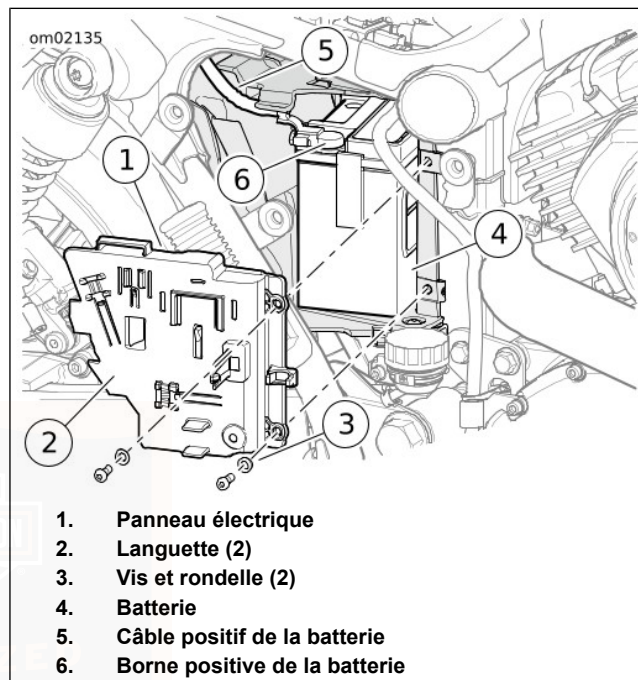

Figure 47. Batterie
8. Voir Figure 47. Déposer le panneau électrique.
- a. Déposer les vis (3).
- b. Retirer délicatement le panneau électrique (1) de la batterie.
10. Voir Figure 47. Déconnecter le câble positif (5) de la batterie.
3. Voir Figure 47. Poser la batterie (4) dans le boîtier de batterie.
4. Connecter le câble positif de la batterie (5) à la borne positive de la batterie (6).
6. Voir Figure 47. Installer le panneau électrique.
7. S'assurer que les languettes du panneau électrique (2) sont insérées dans les fentes.
8. Poser les vis (3).